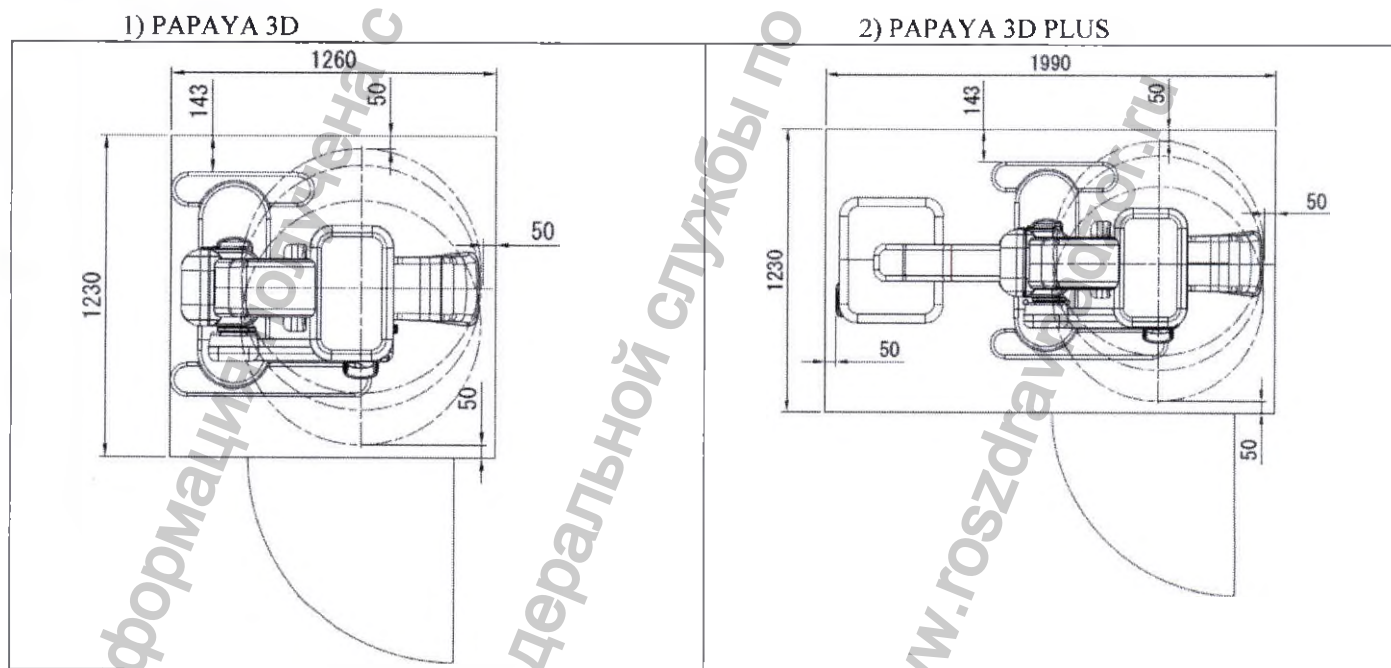

Рисунок 2. — Основные габаритные размеры (вид сверху)
- Габариты аппарата, см. рис. 2,3,4;